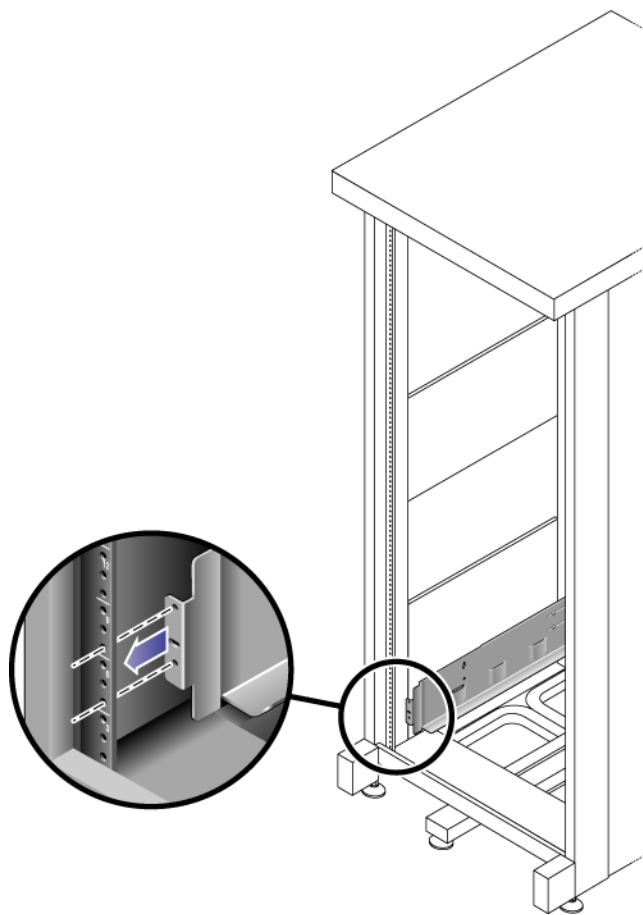

FIGURA 2-3 Colocación del frontal de la guía izquierda detrás de la guía frontal izquierda del armario
1. Colocación del frontal de la guía izquierda detrás de la guía frontal izquierda del armario (FIGURA 2-3).